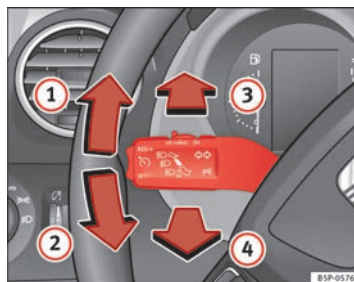

Fig. 77 Levier des clignotants et des feux de route
- Levez le levier jusqu'en butée $\Rightarrow$ fig. 77 ① pour actionner les clignotants **droits** ou abaissez-le jusqu'en butée ② pour actionner les clignotants **gauches**.
- Si les feux de croisement sont allumés, poussez le levier vers le volant $\Rightarrow$ fig. 77 ③ pour allumer les feux de route.
- Poussez le levier vers le volant $\Rightarrow$ fig. 77 ④ pour allumer les feux de route.